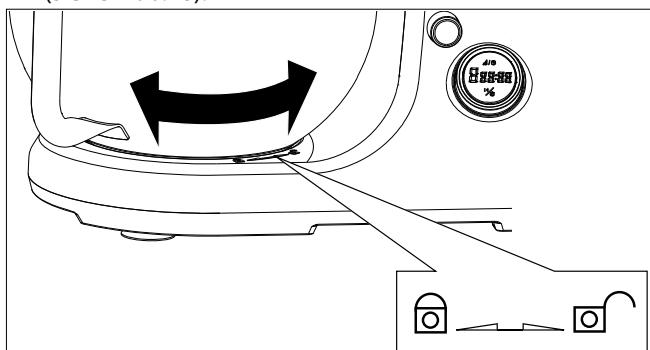

Abb. 8 – Rührschüssel einsetzen und arretieren
- ▶ Drehen Sie die Rührschüssel bis zum Anschlag Richtung geschlossenem Schlosssymbol, bis sie einrastet (siehe Abb. 8).